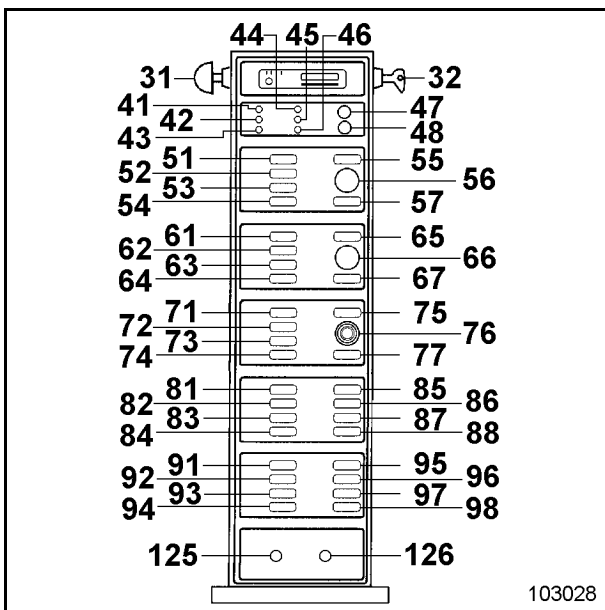

Fig. 2-91:
- Schalter (82, Fig. 2-91:) betätigen.
Die Fahrwerksbremsen können auch mit dem Schalter (72, Fig. 2-91:) eingeschaltet werden.